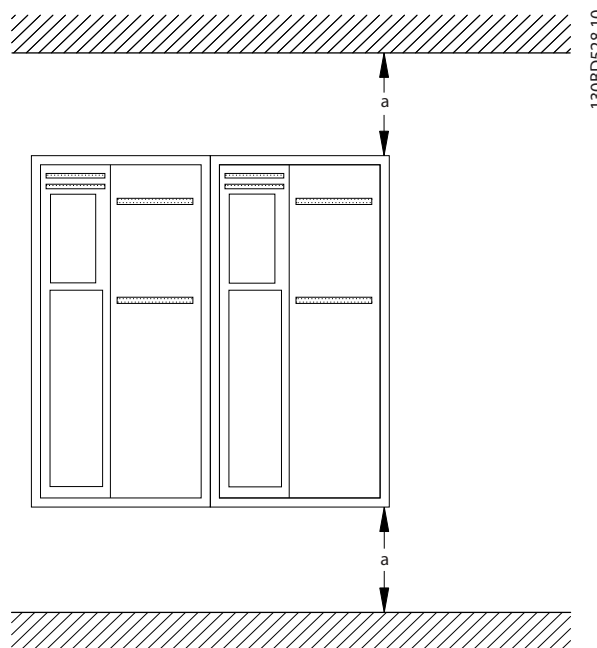

Ilustración 3.4 Espacio libre para refrigeración por encima y por debajo
- Asegúrese de que existe un espacio libre para la refrigeración por aire por encima y por debajo. Consulte la Ilustración 3.4 para conocer los requisitos de espacio libre.